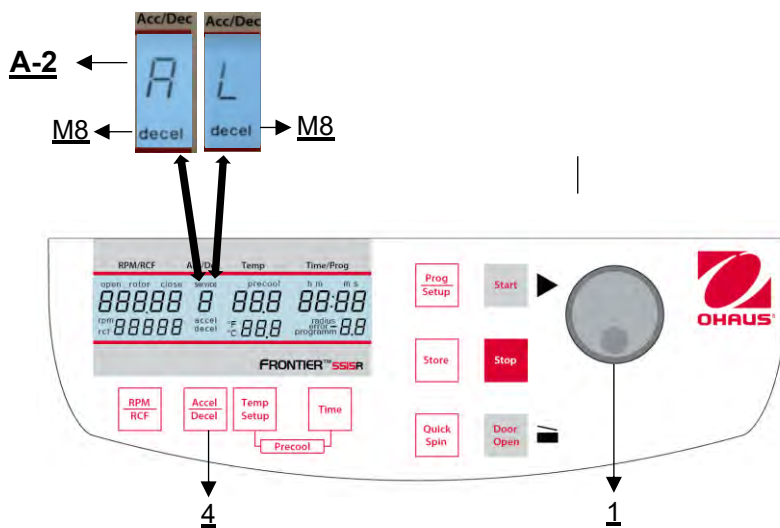

Figure 18
En appuyant trois fois sur la touche **"Accel/Decel"** (4), le mot **"decel"** (M8) clignote dans le champ d'affichage **"Acc/Dec"** (A-2). La courbe de freinage souhaitée peut maintenant être présélectionnée à l'aide du bouton de réglage (1) (voir figure 18). La lettre de code "L" correspond à une courbe de freinage linéaire. Cela signifie que le rotor est freiné uniformément pendant toute la phase de freinage. La courbe de freinage portant la lettre de code "A" permet un freinage en douceur. Son taux de freinage (tr/min/s) est ajusté dynamiquement, ce qui signifie que les échantillons sensibles ne sont que légèrement tourbillonnés pendant la phase de freinage. Cela permet d'obtenir un meilleur résultat de séparation.